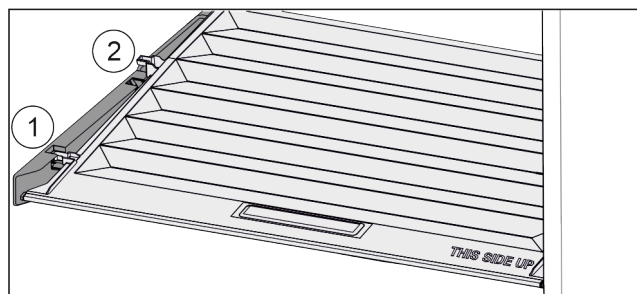

Fig. 26
- Потянуть крышку до отверстия в поддерживающих деталях вперед Fig. 26 (1).
- Поднять сзади снизу и извлечь Fig. 26 (2) движением вверх.